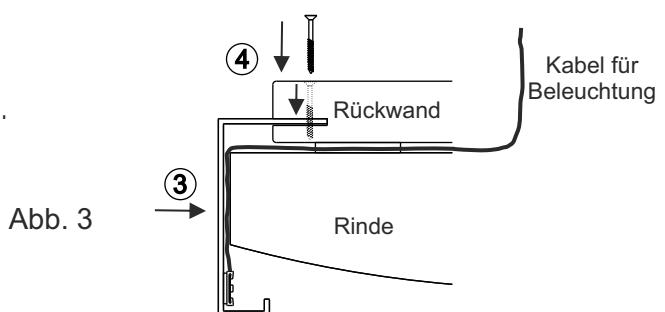

Abb. 3
3. Schrauben Sie die Alu-Profile wieder an die alte Position und verlegen das Kabel in der Nut zwischen dem Rindenpaneel und der Rückwandplatte. Die Kabel sollten Mittig aus der Rückwandplatte nach hinten verzogen werden. (Abb. 3)